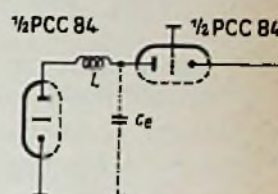
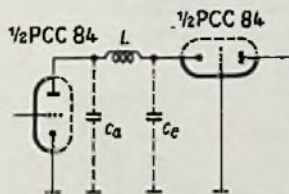

Bild 2. Serienresonanzkreis als Zwischenschaltung
Bild 3. π -Resonanzkreis als Zwischenschaltung
Die Spannungsverstärkung der KB-Stufe hängt von der Schaltung des Zwischenkreises zwischen der KB-Stufe und der Gitterbasisstufe (GB) ab. Der Zwischenkreis ist derart zu dimensionieren, daß er als Resonanzkreis mit flachem Minimum in der geometrischen Mitte des Bandes III wirkt. Die Zwischenschaltung besteht entweder aus einem Serienresonanzkreis, der aus einer Induktivität mit der Eingangskapazität der GB-Stufe gebildet wird (Bild 2), oder aus einem π -Resonanzkreis, zusammengesetzt aus einer Induktivität und der Reihenschaltung der Ausgangskapazität c_a der KB-Stufe und der Eingangskapazität c_e der GB-Stufe (Bild 3). Die Serienresonanzschaltung hat den Vorteil, daß die Rückwirkung und die Verstimmung des Vorkreises geringer sind als bei der π -Schaltung. Demgegenüber besteht der Nachteil, daß die Verstärkung etwa nur halb so groß und die Rauschzahl um 30 % schlechter ist als bei der π -Schaltung.
Für die Serienresonanzschaltung nach Bild 2 und 4 gilt für den Anodenkreiswiderstand